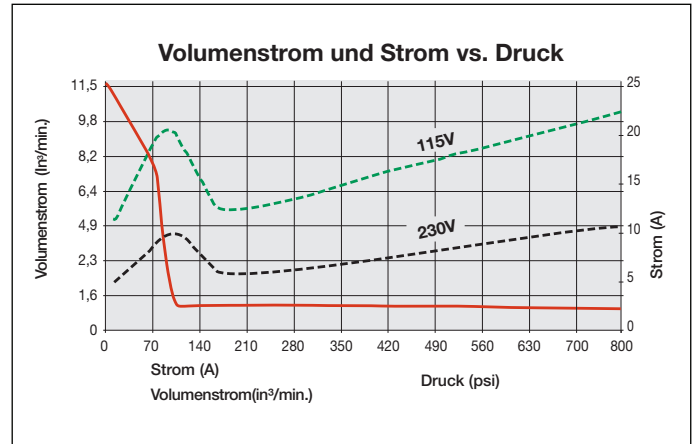

Abb. 1, Volumenstrom-Diagramm
#### 3.2 Volumenstrom-Diagramm (siehe Abb. 1):
\*Der tatsächliche Stromverbrauch hängt von der Anwendung ab. Siehe Abb. 1.
1. Der Abschalt- und Leitungsschutz muss vom Kunden bereitgestellt werden. Der Leitungsschutz muss bei 115% des Volllaststroms des Motors bei maximalem Druck der Anwendung liegen (siehe Abb. 1).